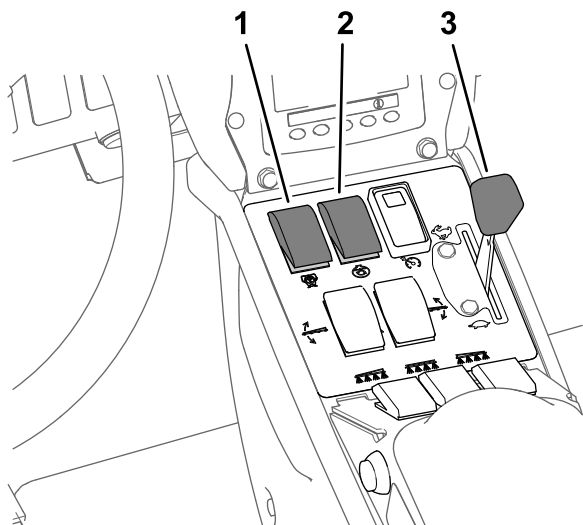

Bild 43
7. Stellen Sie den Pumpenschalter in die EIN-Stellung (Bild 43).
8. Stellen Sie die Gasbedienung in die SCHNELL-Stellung (Bild 43) und lassen Sie den Motor für zehn Minuten laufen.
6. Stellen Sie den Rührwerkschalter in die AUS-Stellung und die Gasbedienung in die SCHNELL-Stellung (**Bild 43**).